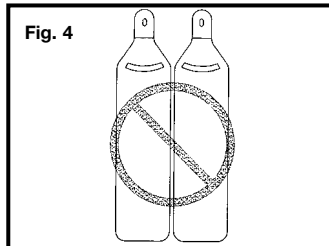

Fig. 4
- **Nunca utilice oxígeno u otros gases envasados.** Se producirá una explosión. Nunca utilice gases combustibles o cualquier otro gas reactivo como fuente de energía para esta herramienta: se producirán una explosión y lesiones personales graves. (Fig. 4)